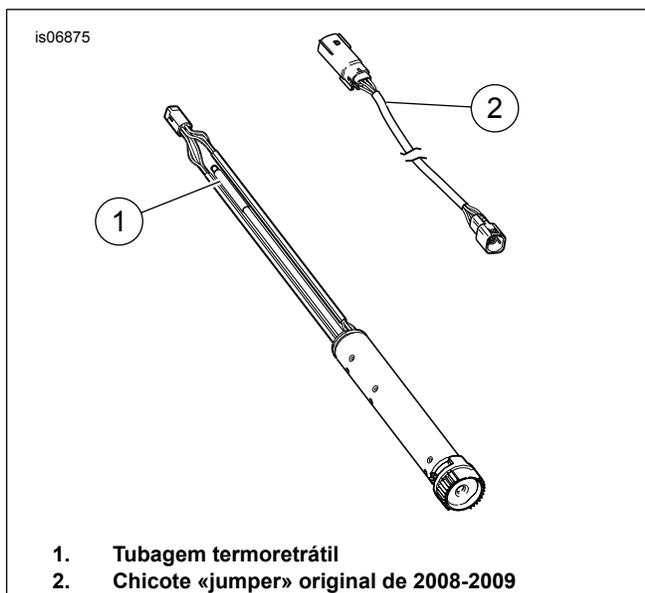

Figura 3. TGS e Chicote de 2008 e 2009
3. Ver a Figura 3. Desligue o chicote «jumper» do TGS da unidade de TGS e do chicote principal. Descarte o chicote «jumper» original (2).